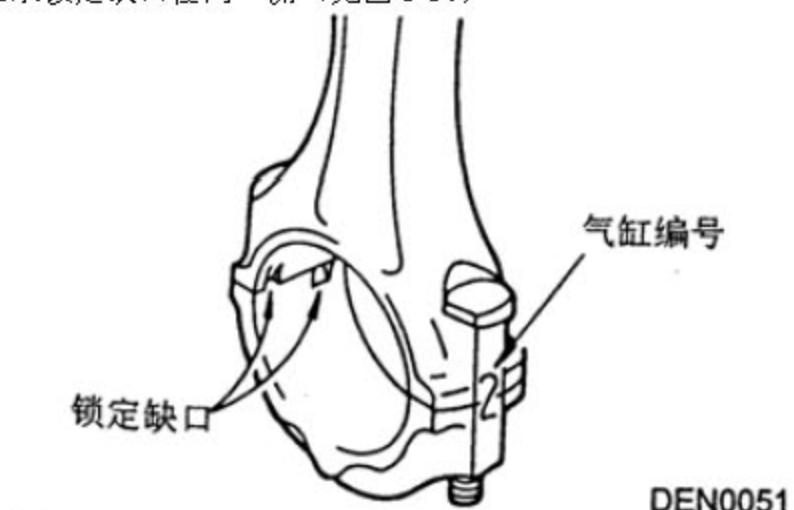

图 3-56
a). 对准在分解时做的记号，将轴承盖装到连杆上，如果连杆是新的，无标记，则必须使轴承锁定缺口在同一侧（见图 3-56）